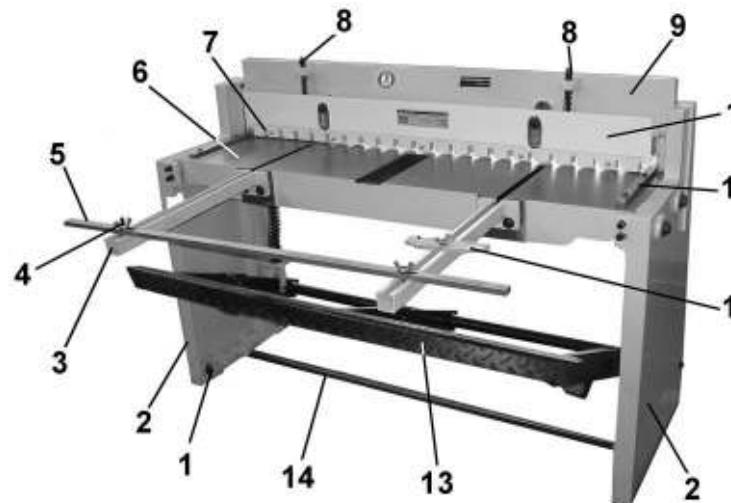

Рис. 2
5. УСТРОЙСТВО (Рис. 2.)
- 6.4. Демонтируйте поддон, предварительно удалите четыре болта крепления (1), Рис.2.